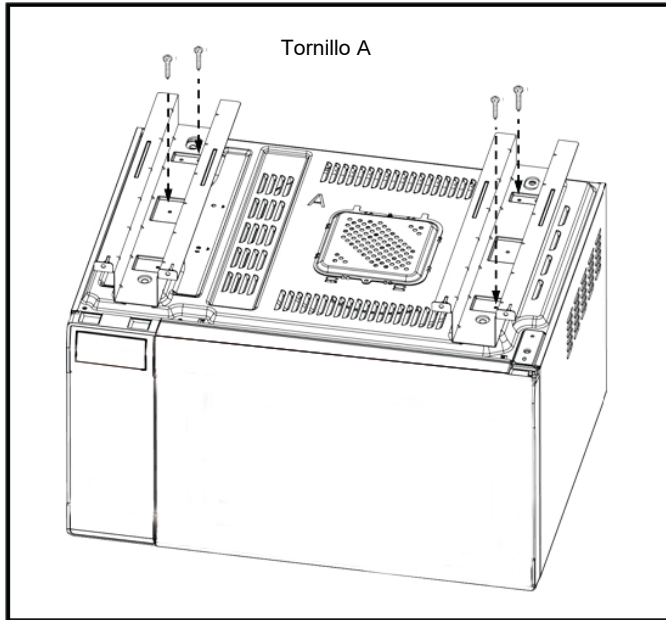

Ilustración 5
1. Hacer la onda de microondas hacia abajo por lo que está buscando en la parte inferior del horno. Asegure la parte inferior de montaje en carril del horno con cuatro tornillos A. Véase la ilustración 5.